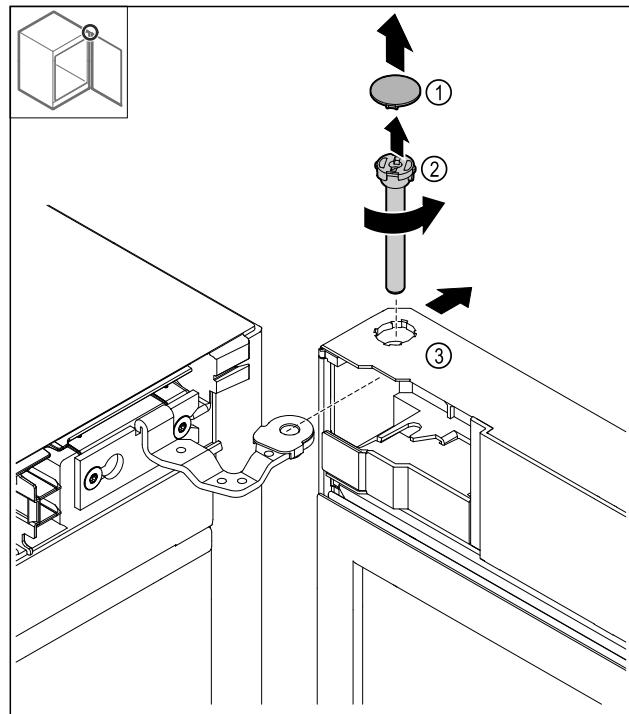

Fig. 18
- Zložte kryt Fig. 18 (1).
- Uvoľnite čap Fig. 18 (2) proti smeru hodinových ručičiek a vytiahnite ho.
- Zláhka naklopte dvere Fig. 18 (3).